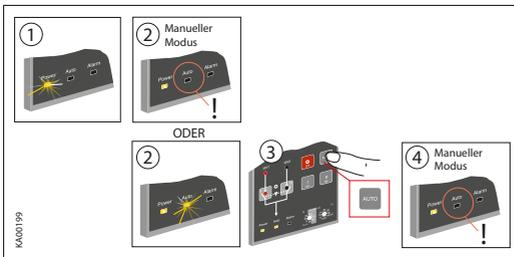

Abb. 6.7 *Einstellen der automatischen Kontrolleinheiten OMD200 und OMD300 auf manuellen Modus*
1. Stellen Sie das Gerät wie in Abbildung 6.7 gezeigt auf manuellen Modus ein.